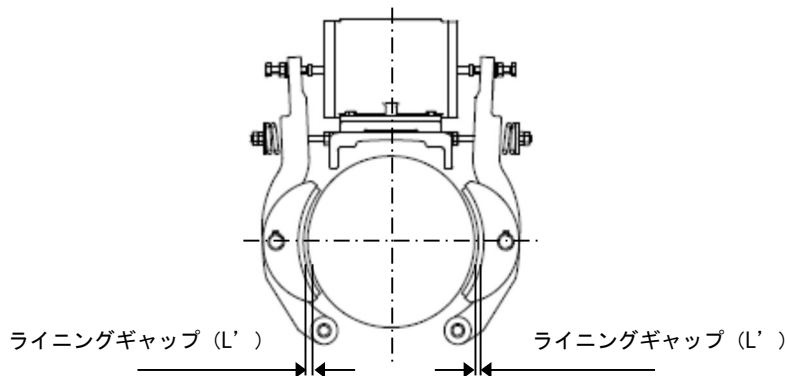

図10 ライニングギャップ寸法
- (3) ブレーキを開いた状態でのライニングギャップ寸法(L')を測定します。(図10)
- (4) 寸法を満たしていない場合は、調整作業を実施してください。